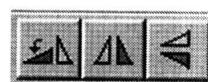
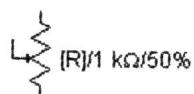
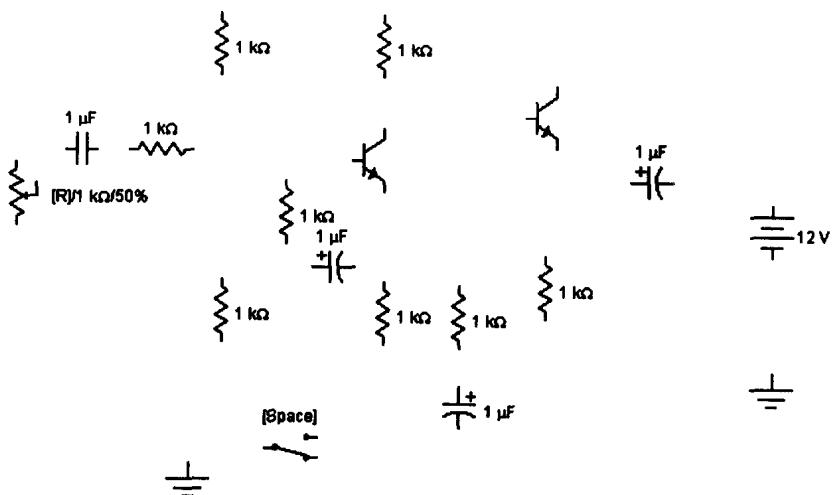

图 1-3-5 逆时针旋转 90°按键
图 1-3-6 将可变电阻器逆时针旋转 90°
图1-3-7 将图1-3-4重新排列
①用菜单命令。用鼠标选择 Circuit—Rotate 命令，则被选元件就逆时针旋转一次。再次选择该命令就再旋转一次，每次旋转 90°。
②用热键 [Ctrl] + [R]。每按一次热键，被选元件就按 90°逆时针旋转一次。
③用工具栏中的操作键。如图 1-3-5 所示，用鼠标点击逆时针旋转 90°操作键。图 1-3-6 是将被选中的可变电阻器执行一次逆时针旋转 90°后的结果。
④在已变成红色的所选元件上单击鼠标右键，然后在弹出式菜单中用鼠标点击其中的 Rotate 项就可以使被选元件旋转一次。
4种元件旋转方法和3种元件翻转方法之间的操作是等价的，初学者可各选一种作为自己的习惯用法。图1-3-7就是将图1-3-5用上述方法旋转或翻转好的元件分布图。